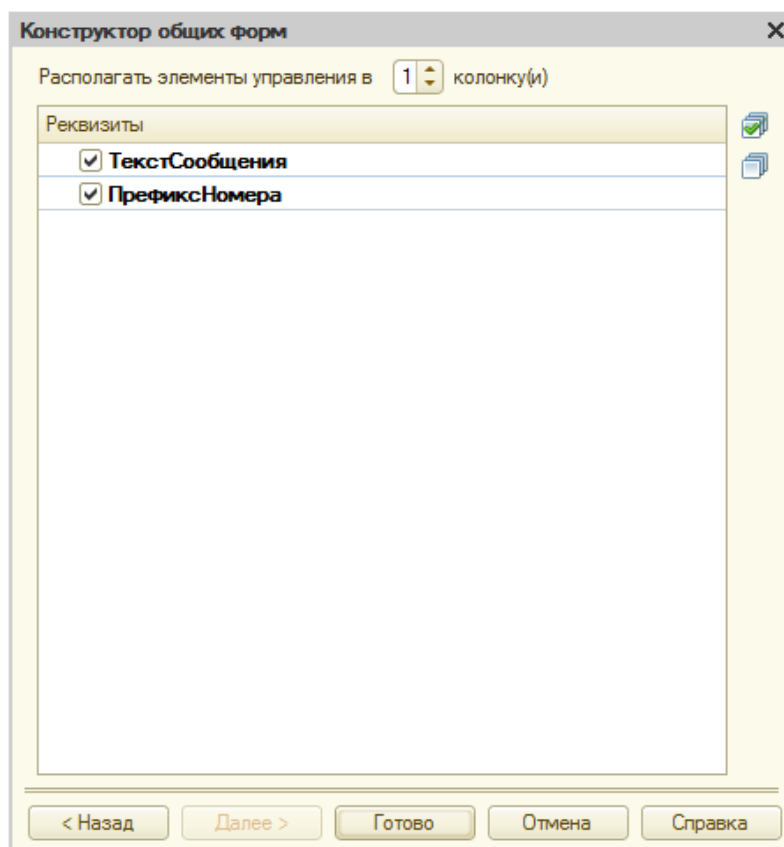

Рисунок 5.9- Конструктор общих форм, состав формы констант
7.2 В появившемся окне, Рисунок 5.9. можно настроить состав формы констант, в нашем случае нас устраивает то, что в нее включены обе созданные в конфигурации константы, поэтому нажмем на кнопку **Готово**.